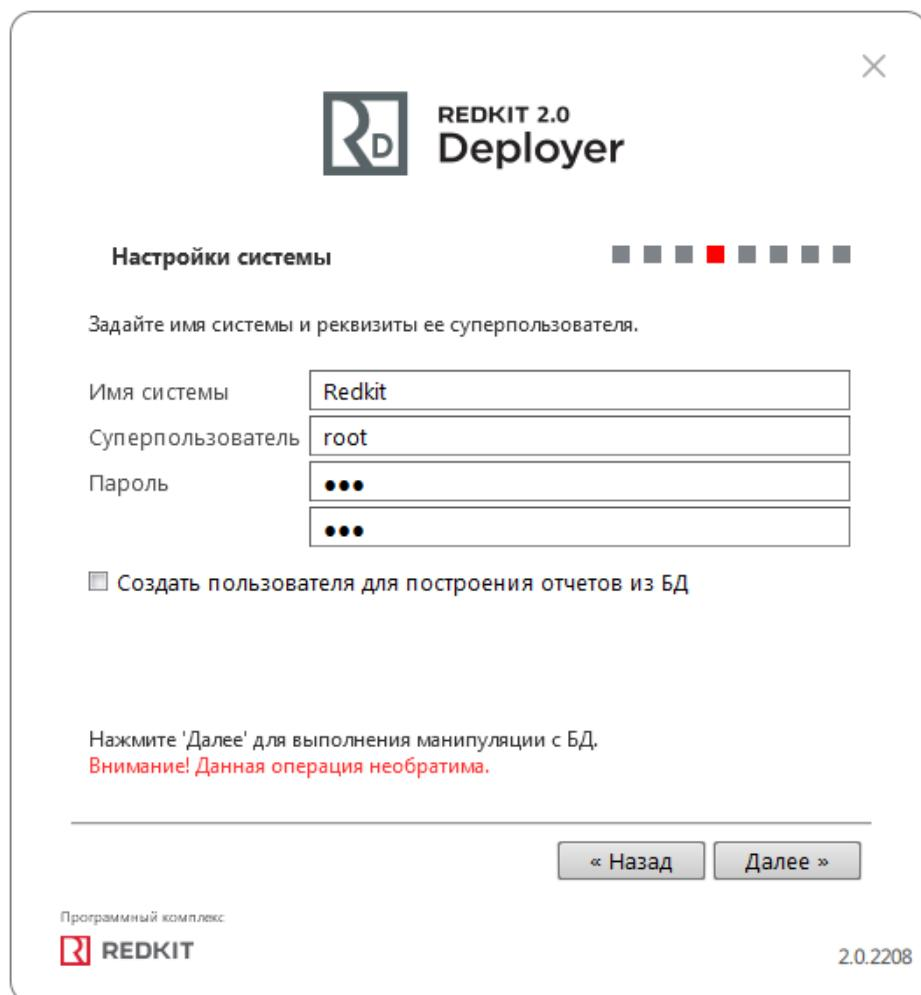

Рисунок 21 - Настройки системы
12. Задайте пароль суперпользователя root системы Redkit и нажмите **Далее** (Рисунок 21).